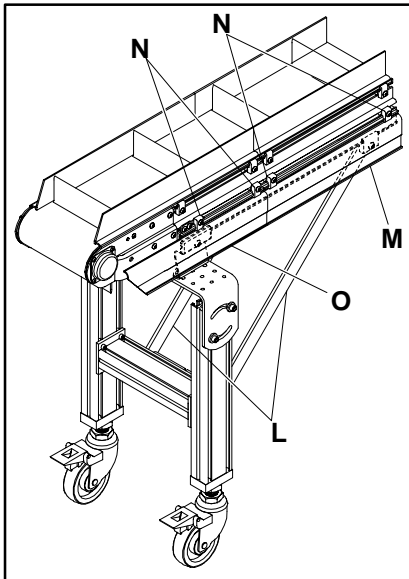
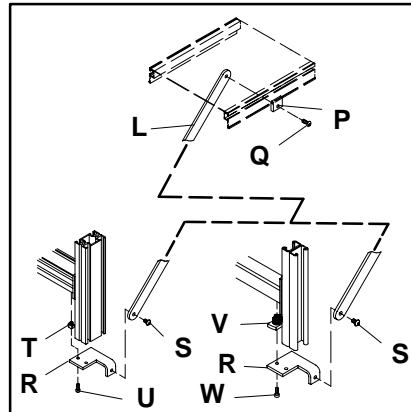
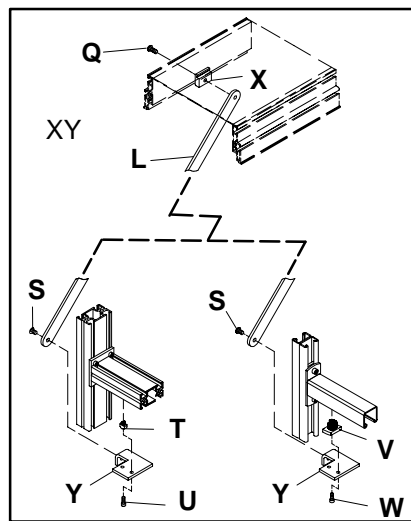

Abbildung 5: Aluminiumstütze (mit Laufrollen und Querverstreben) zur Unterstützung eines Stollenförderbandes mit Untergurtabdeckung
Abbildung 6: Aluminiumstütze (links) und Stahlstütze (rechts) Verbindung einer Diagonalverstrebung mit einem Förderband der Serie 2100
Abbildung 7: Aluminiumstütze (links) und Stahlstütze (rechts) Verbindung einer Diagonalverstrebung mit einem Förderband der Serie 3100
Dorner empfiehlt zusätzlich Diagonalverstreben (L von Abbildung 5) an Förderbändern, wenn extrudierte Aluminiumstützen mit Laufrollen verwendet werden. Das obere Ende jeder Diagonalstrebe (L) wird an der T-Nut des Förderbandes mit einem entsprechenden Befestigungsclip der Serie 2100 (P von Abbildung 6) oder 3100 (X von Abbildung 7) befestigt und damit gesichert. Das Anschrauben erfolgt mittels einer M8-1,25 x 18 mm Linsenkopfschraube (Q). Das untere Ende der Diagonalverstrebung (L) wird mit der entsprechenden Befestigungsplatte rechts (R von Abbildung 6) oder Befestigungsplatte links (Y von Abbildung 7) und einer M8-1,25 x 12 mm Linsenkopfschraube verschraubt (S). Beide Befestigungsplatten werden anschließend mit den Querstreben der Stützen verschraubt. Für Aluminiumstützen werden jeweils zwei M6 Feder-T-Nutensteine (T) und zwei M6-1,0 x 18 mm (U) Zylinderkopfschrauben verwendet. Die Verschraubung mit Stahlstützen erfolgt über jeweils zwei M6
Wenn ein Stollenförderband mit einer Untergurtabdeckung versehen ist, ist für den freien Zugang der Bereich der Förderbandabdeckung (M von Abbildung 5) vorübergehend zu lösen, an dem die Verstrebung mit dem Förderband verankert werden soll. Die Abdeckung kann entnommen werden, indem alle Befestigungsclips (N) gelöst und anschließend gedreht werden.
Wenn ein Stollenförderband mit einer Untergurtabdeckung versehen ist, ist für den freien Zugang die Förderbandabdeckung (O von Abbildung 5) im Bereich der Gurtrollenbefestigung vorübergehend zu lösen. Die Abdeckung kann entnommen werden, indem alle Befestigungsclips (N) gelöst und anschließend gedreht werden.